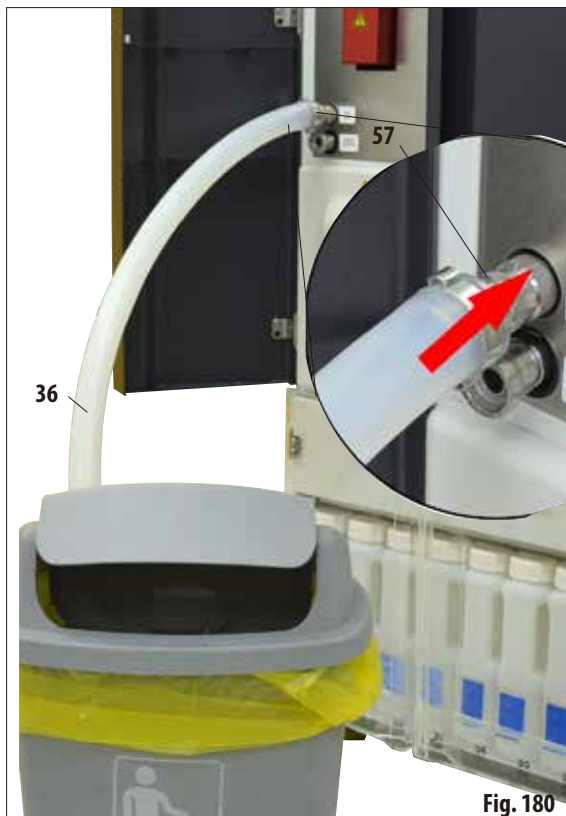

Fig. 180
- Collegare il tubo di svuotamento della paraffina (36) al raccordo di scarico (57) sul lato anteriore dello strumento e innestare l'estremità libera del tubo in un contenitore di raccolta (fig. 180).